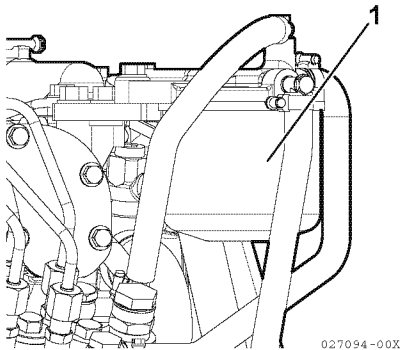

Figura 13
- 2. Retire el cartucho del filtro de combustible (**Figura 13, (1)**) con una llave de filtros.